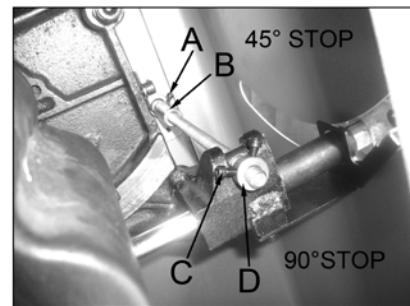

Рис. 26
4. Если пильный диск расположен не на 90 градусов, ослабьте крепление (C, Рис. 26) и поверните стопорное кольцо (D, Рис. 26) внутрь или наружу. Стопорное кольцо (D, Рис. 26) должно прилегать к переднему кронштейну цапфы, когда диск находится под 90 градусов к столу. Проверьте и снова отрегулируйте при необходимости. Затяните крепление (C, Рис. 26).
5. Если упор на 45 градусов не установлен должным образом, поверните тот же маховик по часовой стрелке до конца и повторите ту же процедуру, используя крепление (A, Рис. 26) и стопорное кольцо (B, Рис. 26). Стопорное кольцо (B, Рис. 26) должно остановиться напротив переднего кронштейна цапфы, когда диск наклонен на 45 градусов к столу. Проверьте и при необходимости повторите настройку. Затяните крепление (A, Рис. 26).